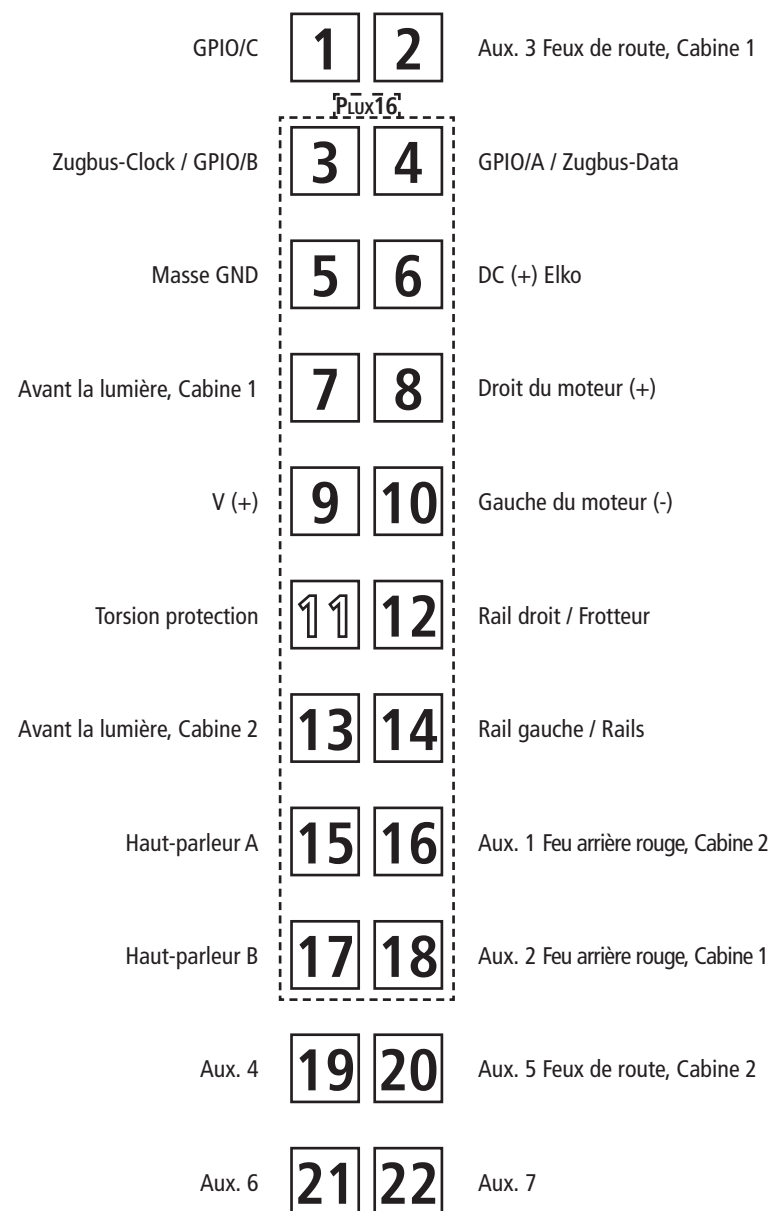
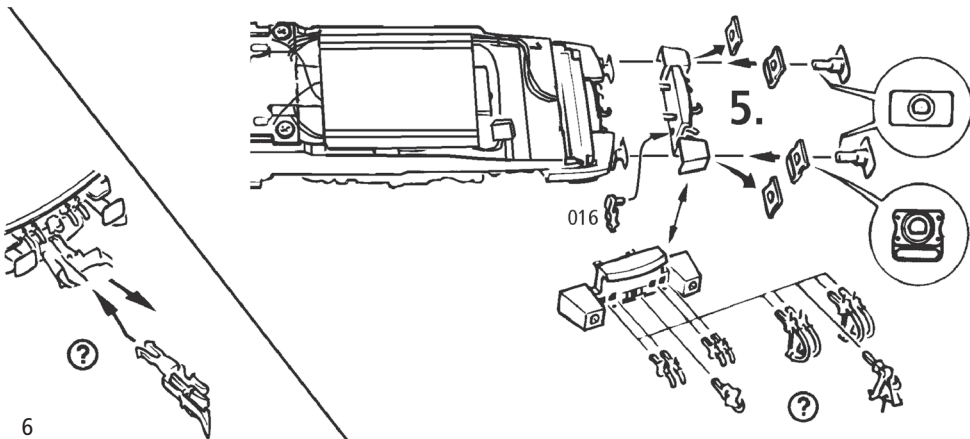

Fig. 5
Fig. 3
2. Schmierung: Versehen Sie die im Schmierplan in Fig. 8 gekennzeichneten Stellen mit nur **kleinen Öltropfen**. Dazu zuerst das Lokgehäuse abnehmen (Fig. 3). Wir empfehlen den **ROCO Öler Art.-Nr. 10906**. Fürs Schmieren der Getriebeteile (Zahnräder, Schnecke) empfehlen wir das **ROCO-Spezialfett Art.-Nr. 10905**. Im Falle der Schmierung diese Teile **nicht ölen**.
Mehrzugbetrieb: Zuerst Lokgehäuse abnehmen (Fig. 3). Danach den Brückenstecker aus der Schnittstelle entfernen (diesen sorgsam aufbewahren). Danach den Stecker des Decoders lage-richtig einsetzen (Fig. 5).
4. Motorwechsel: Lokgehäuse abnehmen (Fig. 3). Danach wird der Motor ausgebaut und ausgetauscht (Fig. 6).
2. Lubrication: Apply **tiny oil drops** to spots marked in fig. 8. Prior to lubrication dismantle locomotive (fig. 3). We recommend using item no. **10906, Roco oiler**. For lubrication the gearparts (e.g. cogwheels, worm) we would recommend our Roco **special grease** (item no. **10905**). **Attention:** Please do not oil these parts when using our grease.
Running in digital mode: Remove the jumper from the interface. Finally put the plug of the decoder into the interface as shown in fig. 5.
4. Motor Changing: First remove loco body (fig. 3), and then the motor (fig. 6).
2. Graissage: N'appliquez **qu'une toute petite goutte** aux endroits indiqués par le plan de graissage (fig. 8) après avoir démonté la caisse de la locomotive (fig. 3). Nous vous recommandons **le graisseur à huile Roco réf. 10906**. Pour graisser les engrenages (roues dentées, vis sans fin) nous vous conseillons la **graisse spéciale Roco réf. 10905** pour engrenages en matières synthétiques. Lorsque vous utilisez cette graisse il faut éviter d'huiler ces composants.
Enlevez la fiche de shuntage de l'interface (à conserver!) et enfichez finalement la fiche de décodeur aux prises de l'interface. Veillez à la position correcte de la fiche (fig. 5).
4. Remplacement du moteur: Démontez la caisse (fig. 3). Démontez ensuite le moteur (fig. 9).
voir } Fig.3